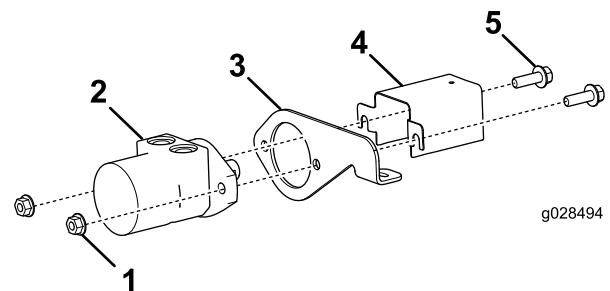

Figura 1
2. Instale o resguardo do eixo e o suporte do motor no motor hidráulico com 2 pernos com cabeça de flange (1/2 x 1-1/2 polegadas) e 2 porcas flangeadas (1/2 pol.), conforme indicado na Figura 1.